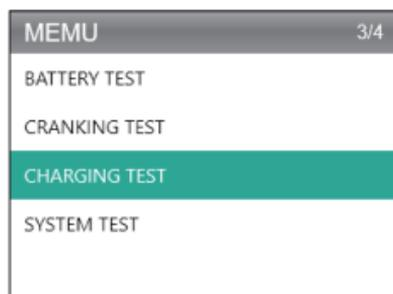

Figura 4.4.1
1. Selezionare Test di carica e premere [OK]. (Vedi Figura 4.4.1)